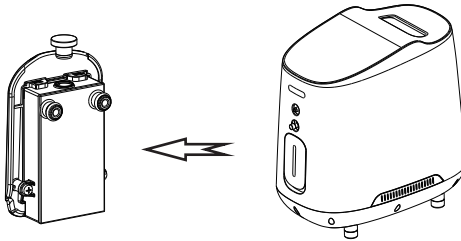

Figura 5
- Saque con cuidado la botella de humidificación en la dirección que se muestra en la Figura 5, retire la tapa de goma en la parte superior y añada agua pura enfriada por encima del nivel máximo de agua.